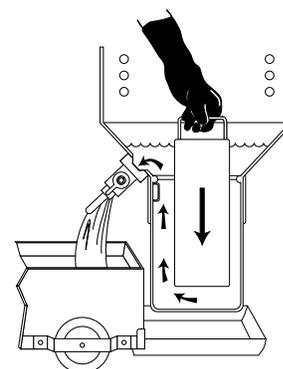

Figure 8
9. Poussez l'outil de déplacement vers le bas dans le collecteur de la friteuse pour déplacer le shortening du collecteur vers le haut et par la valve de drainage (figure 8).